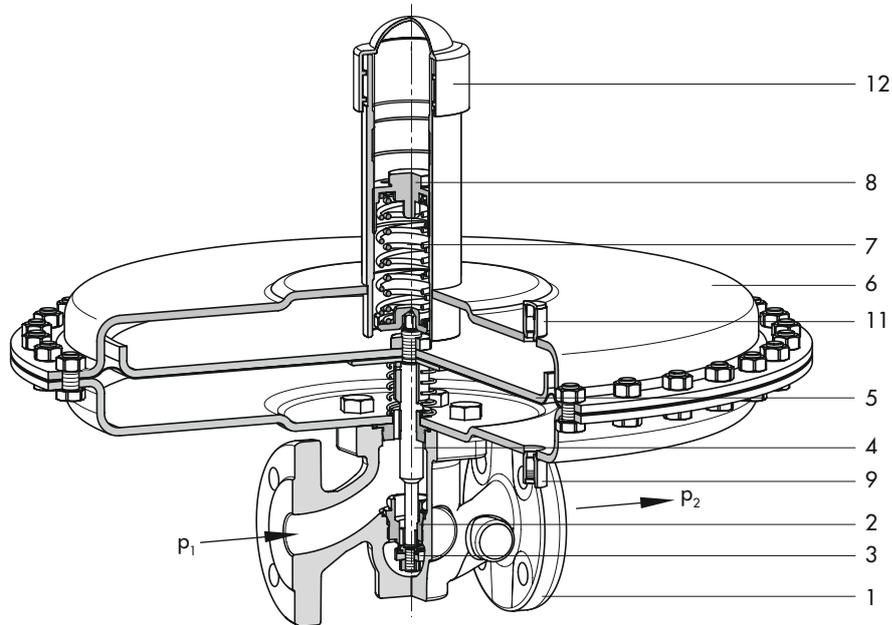

Bild 3: Druckminderer Typ 2405 **ohne** Druckentlastung · C_v 2 bis 5 · Anströmung gegen die Schließrichtung des Kegels
- Bei Druckminderer mit proportionalem Regelverhalten, vgl. Bild 3